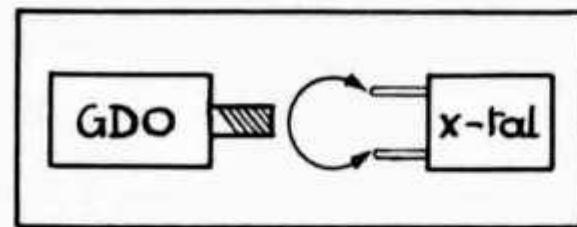

Fig. 4
5. Testen von Kristallen: Um Kristalle unbekannter Frequenz zu messen oder ihre Schwingfähigkeit zu erproben, verbindet man ihre Anschlüsse mit einem kurzen Stück Draht, so dass eine kleine Drahtschlaufe entsteht. Mit deren Hilfe koppelt man den Kristall an die GDO-Spule und sucht den Dip am Instrument. Schwingt der Kristall, so findet man einen Dip und kann auch gleich die Frequenz messen oder kontrollieren. Schwingt er jedoch nicht, ergibt sich auch kein Dip und der Kristall ist nicht schwingfähig (Fig. 4).